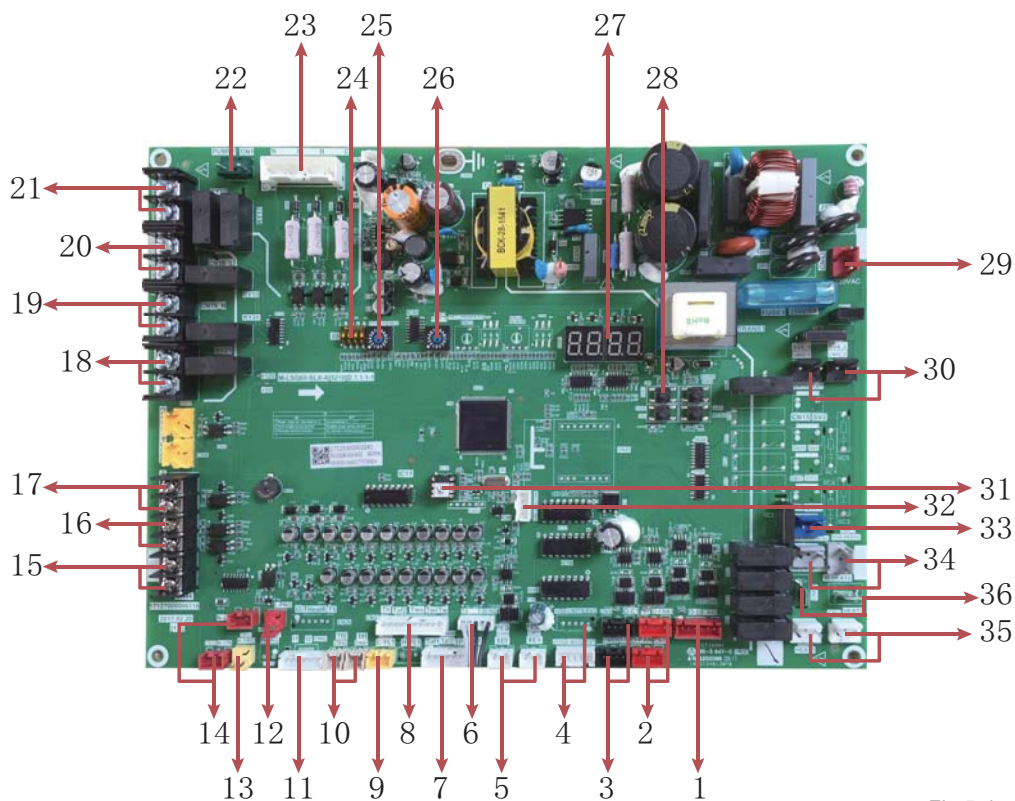

Fig.5-4
5.5.2 Placa de controlo principal (ver a Fig. 5-4)
5.6 Descrição detalhada das peças da placa principal (Fig. 5-4)